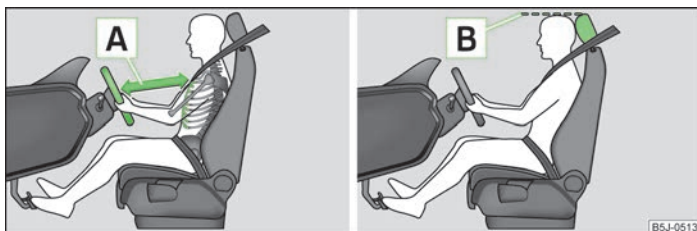

Fig. 96 Distanța corectă dintre șofer și volan / Reglarea corectă a tetierei
- ▶ Reglați volanul astfel încât distanța **A** » fig. 96 dintre volan și torace să fie de cel puțin 25 cm.
- ▶ Reglați tetierele astfel, încât marginea superioară **B** » fig. 96 la pagina 105 » pagina 105 a tetierei să se afle, pe cât posibil, la aceeași înălțime cu partea superioară a capului dumneavoastră.